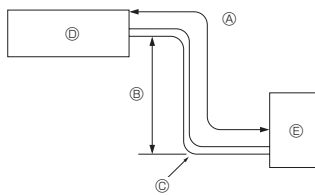

Fig. 2-1
2.1. Šaltnešio vamzdelis (Fig. 2-1)